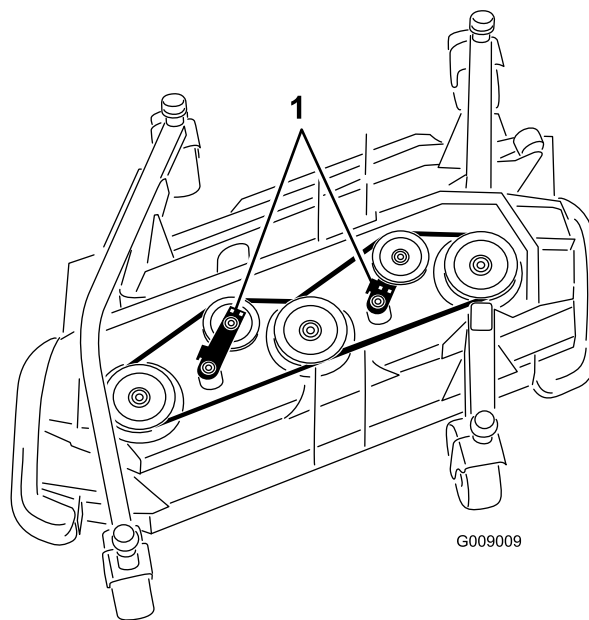

Рисунок 84
3. Используя ключ с трещеткой или аналогичный инструмент, отодвиньте натяжной шкив (Рисунок 84) от приводного ремня, чтобы снять натяжение ремня и иметь возможность снять ремень со шкивов.